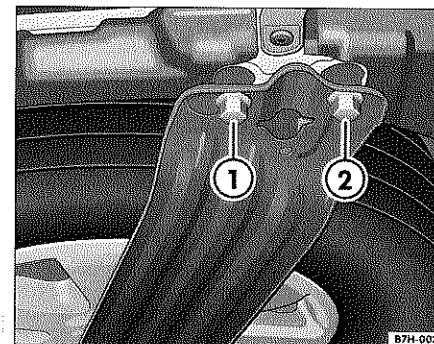
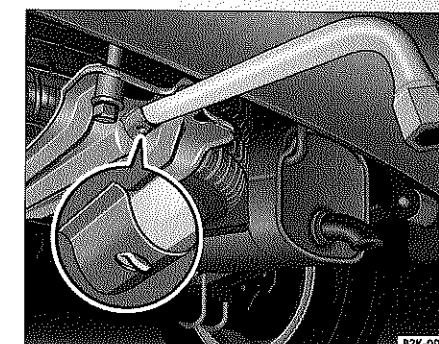

Fig. 20 Tornillos del soporte de la rueda de repuesto ubicada en los bajos del vehículo
Fig. 21 Soporte de la rueda de repuesto en los bajos del vehículo con llave de rueda
1. Afloje en primer lugar el tornillo de seguridad ⇒ fig. 20 ① con la llave de rueda hasta que gire libremente ⇒ ⚠.
2. Desenrosque el tornillo ② completamente. El soporte de la rueda se aguenta ahora por el tornillo de seguridad.
3. Aplique la llave de rueda al soporte ⇒ fig. 21.
- Asegúrese de que el gancho de la llave de rueda se encuentre en el orificio del soporte ⇒ fig. 21. De esta forma no podrá sacarse hacia atrás.
El tornillo ⇒ fig. 20 ① está provisto de una presilla y no puede extraerse.